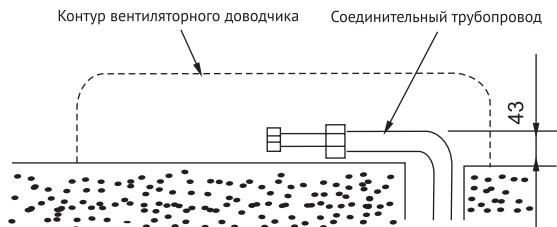

рис. 7-9
- Для подключения трубопровода слева или слева сзади действуйте, как показано на рис. 7-9. Согните трубы так, чтобы они проходили на высоте не более 43 мм от стены.